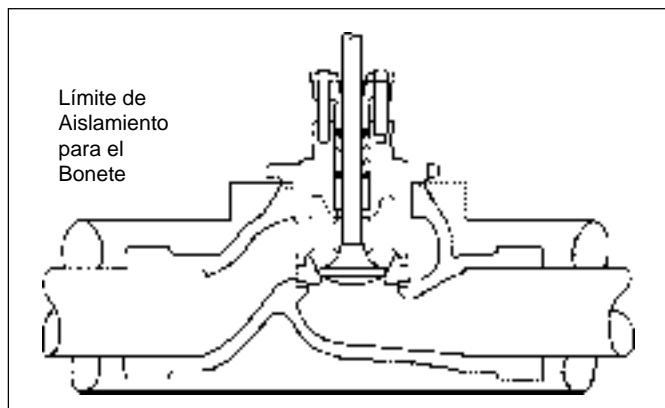

Figura 2: Aislamiento del Cuerpo
10. El aislamiento debe ser instalado como se muestra en la Figura 2. Asegurese de drenar lejos del área del empaque cuando instale totalmente, selle y cubra para instalaciones exteriores.